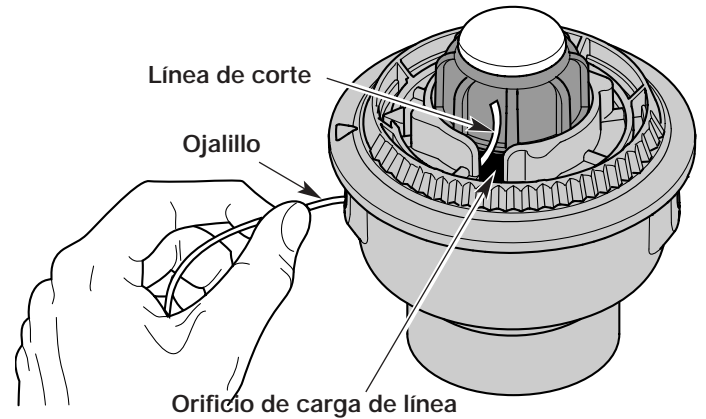

Fig. 17
3. Saque la línea vieja por los orificios de carga y de cierre de línea (Fig. 17 y 18).
4. Inserte una pieza de línea de corte dentro de uno de los ojajillos de la bobina exterior. Páselo hacia arriba a través del orificio de carga del carrete interior (Fig. 17). No doble la línea al insertarla en el ojajillo.